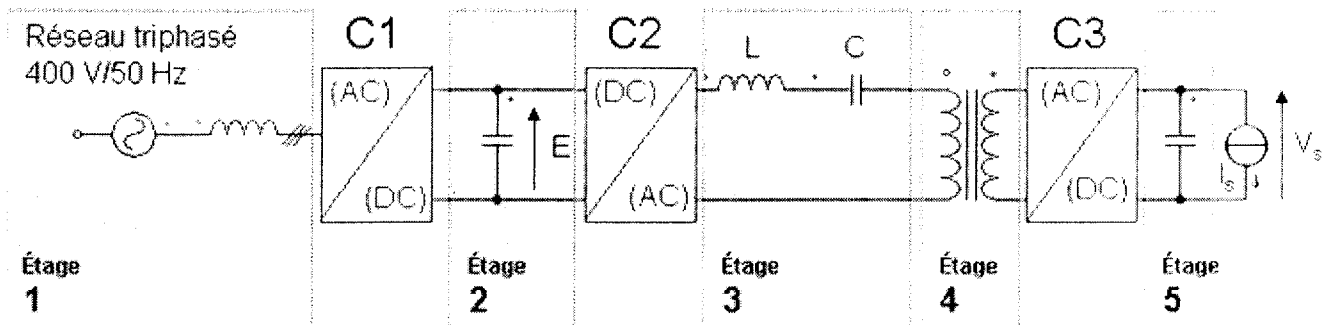

figure 1
Le schéma de principe de l'alimentation est donné à la figure 1. Le sens de transfert de l'énergie est unidirectionnel (du réseau vers le tube à rayon X).
- 1.3) Indiquer quels sont les lieux possibles dans la structure pour la mise en place de l'isolement galvanique ; préciser les raisons qui ont conduit au choix retenu en figure 1.